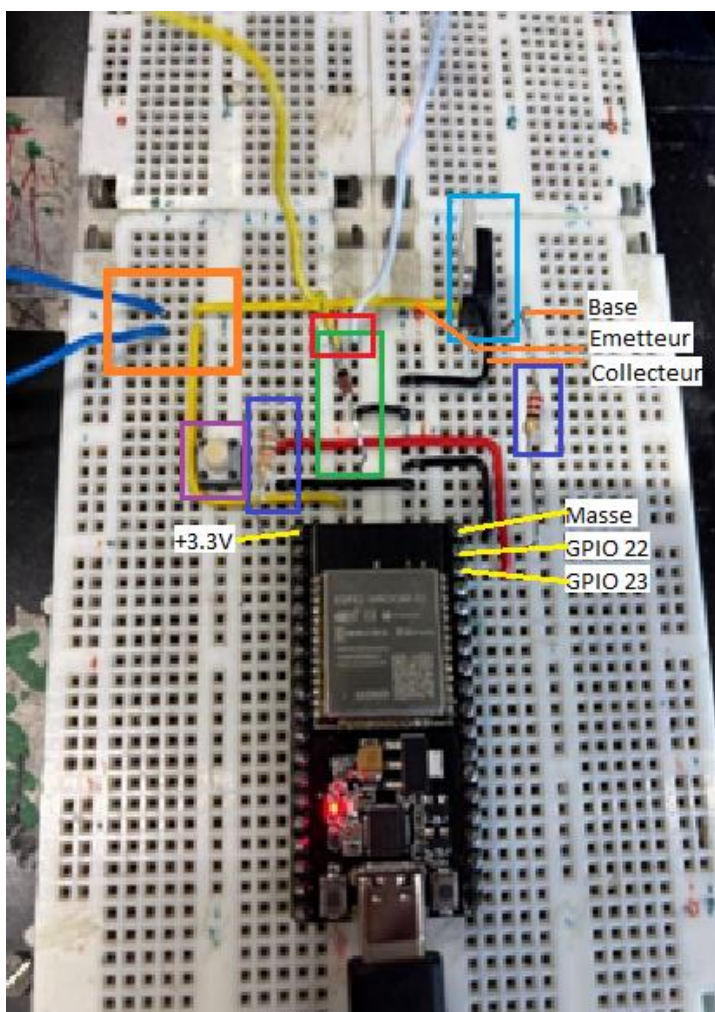

Figure 14 : Photo décrite du montage étudié
- iv. Vérifiez que les assignations de pins sont correctes et correspondent bien au montage que vous avez (*cf : Figure 14 : Photo décrite du montage étudié*)